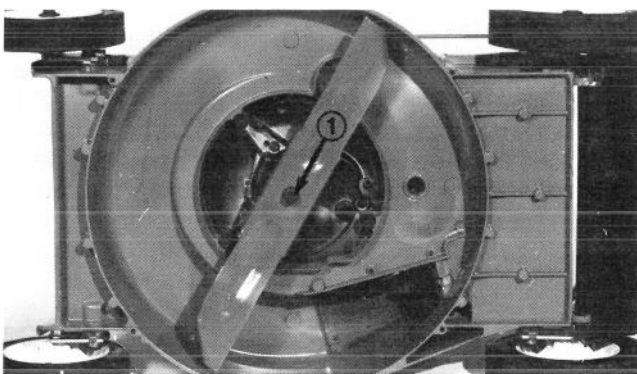

Figure 36
4. Saisissez le bout de la lame en vous servant d'un chiffon ou d'un gant bien rembourré. Enlevez la vis à tête, la rondelle de blocage et la lame (Fig. 36).
3. Inclinez la tondeuse sur son côté droit (Fig. 36), qui est le côté opposé de la bougie, et laissez-la dans cette position pendant quelque temps seulement. Evitez de faire tourner la lame lorsque la tondeuse est inclinée car ceci pourrait provoquer des difficultés de démarrage.